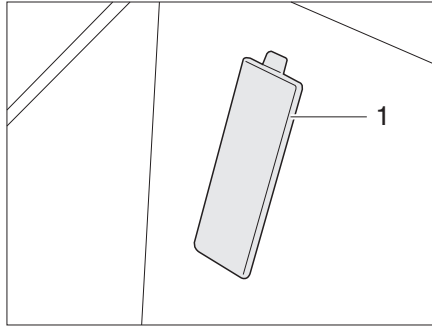

Bild 405 Abdeckung Fahrgestellnummer
- ▷ Die Fahrgestellnummer befindet sich bei Fahrzeugen auf Fiat-Basis hinter einer Abdeckung (Bild 405,1) im Einstieg auf der Beifahrerseite.